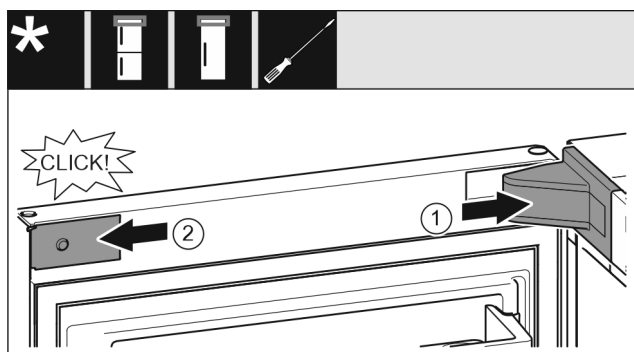

Fig. 19
- Nasadíte kryt ložiskovej konzoly a zaistíte, príp. opatrne roztláčte. Fig. 19 (1)
- Zboku nasadíte a zaistíte kryt. Fig. 19 (2)